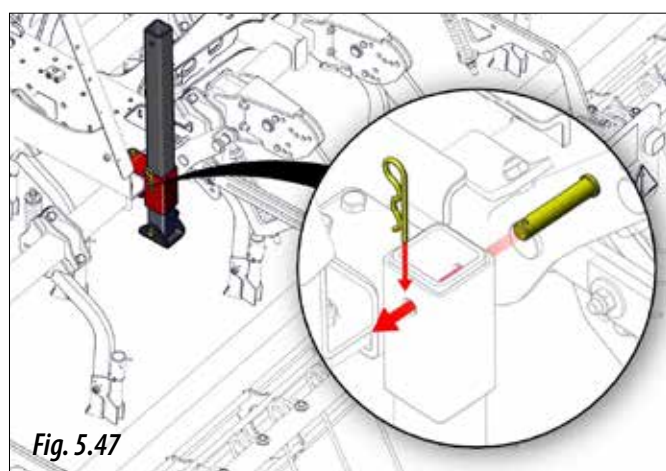

Fig. 5.47
- 3- Puneți la loc bolțul și agrafa (Fig. 5.47).